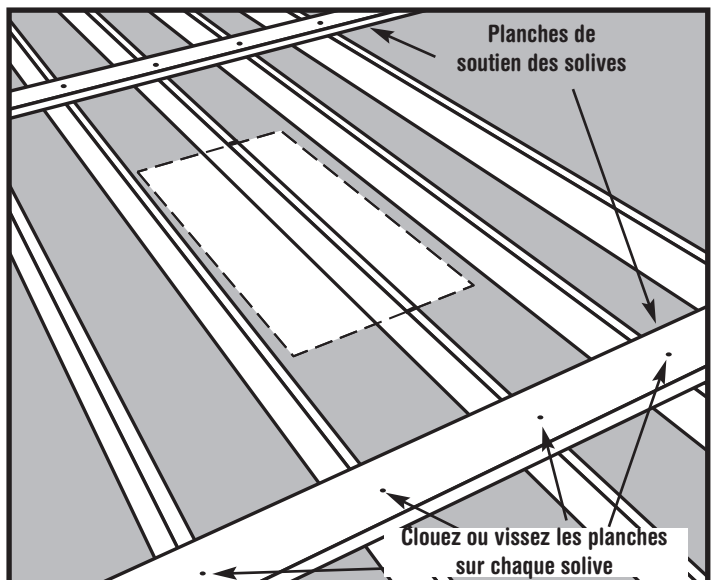

Figure 9
- Étape 2.** Coupez (2) planches de la taille des solives assez longues pour relier (2) solives de chaque côté de votre emplacement choisi (Voir la Figure 9). Ces planches vont soutenir les solives qui vont être coupées et aider à empêcher le plafond de s'affaisser ou de s'écrouler complètement pendant que vous travaillez dans l'espace du dessus.
- Étape 3.** Placez ces planches approximativement à 61 cm (24") du bord de votre emplacement choisi, et clouez-les (Voir la Figure 9).